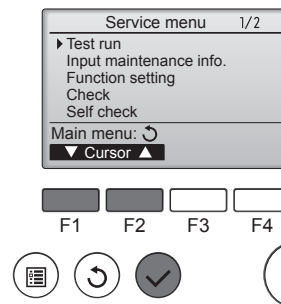

Fig. 7-1
- ① Vælg "Test run" (testkørsel) fra Service menu (servicemenu), og tryk på knappen [VÆLG]. (Fig. 7-1)